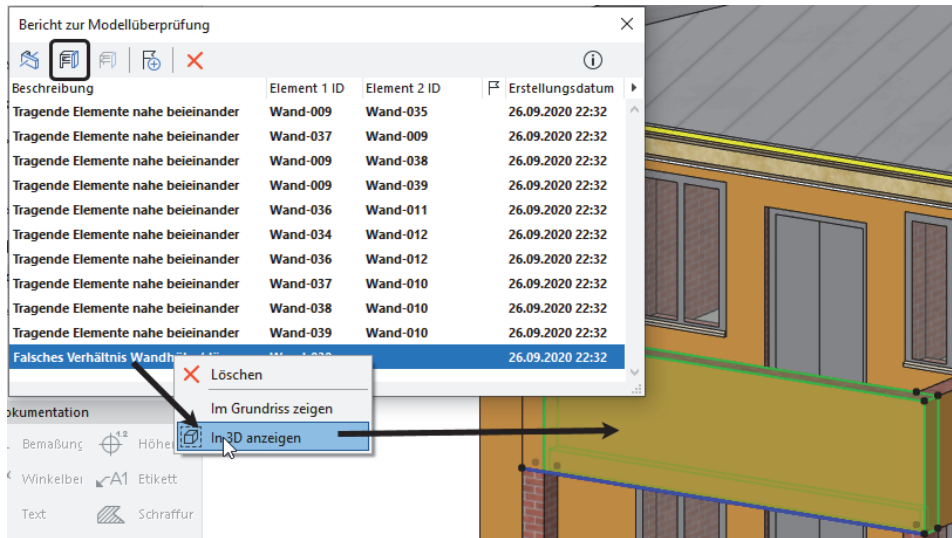

Abb. Y.38: Bericht zur Modellüberprüfung
- die Qualität des physischen Modells prüfen (Abbildung Y.38),